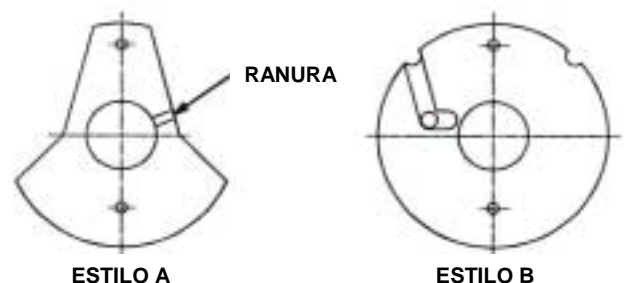

FIGURA 22
**PLACA DE COMPENSACIÓN** – Si se separa la placa del soporte y su apariencia es como el Estilo A en la Figura 22, se puede cambiar. La ranura debe conectar el puerto de descarga con el agujero del buje. Si se cambia la rotación, la placa no gira y la ranura no quedará visible pero seguirá funcionando correctamente. Si la placa se parece al Estilo B, **NO** se puede cambiar y será necesaria una placa nueva.